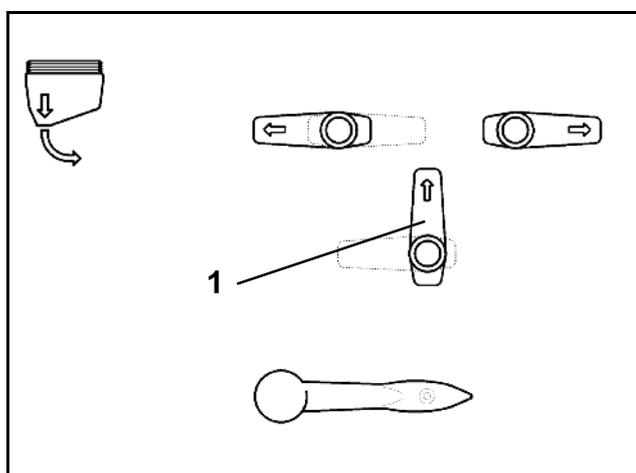

Fig. 7.10
Mediante posiciones intermedias en el grifo de conmutación de varias vías (Fig. 7.10/1) se deja ajustar a voluntad la velocidad de aspiración.
- Regresar el grifo de conmutación de varias vías (Fig. 7.10/1) según la Fig. 7.10 a la posición inicial.